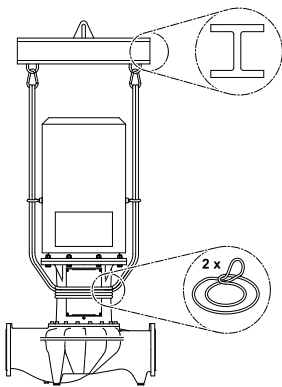

Fig. 32: Anbringen der Lastschlingen (Ausführung IL)
- Zum Anheben mit dem Kran muss die Pumpe wie in (Fig. 32/33) dargestellt mit geeigneten Riemen umschlungen werden. Die Pumpe in Schlaufen legen, die sich durch das Eigengewicht der Pumpe festziehen.